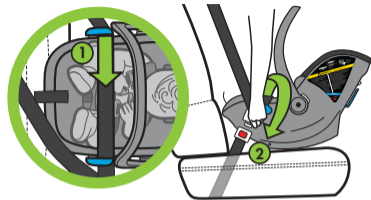

Figure 67
- Faites passer la partie sous-abdominale de la ceinture du véhicule dans les deux guides de ceinture DUA/sous-abdominale bleus du véhicule (1) et bouclez la ceinture du véhicule (2) comme indiqué à la **Figure 67**. NE sortez PAS la ceinture du véhicule jusqu'au bout pendant cette étape.